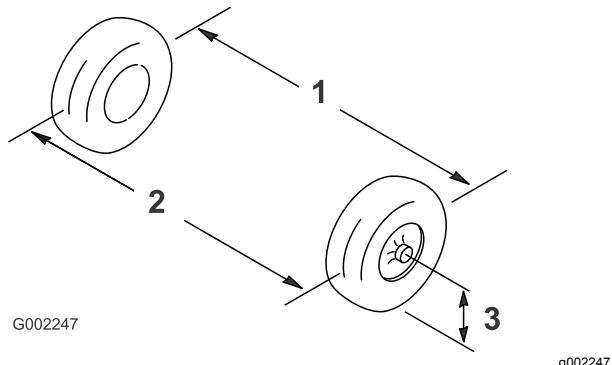

Figura 80
2. Mida la distancia entre los neumáticos delanteros a la altura del eje, en la parte delantera y trasera de las ruedas (Figura 80).